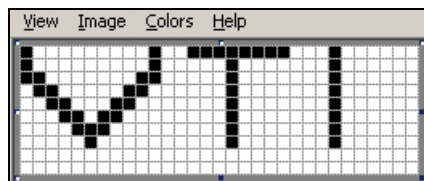

Figura 5-60: Logotipo criado com o Microsoft Paint
- 6 Crie o logotipo desejado na página (veja Figura 5-60).